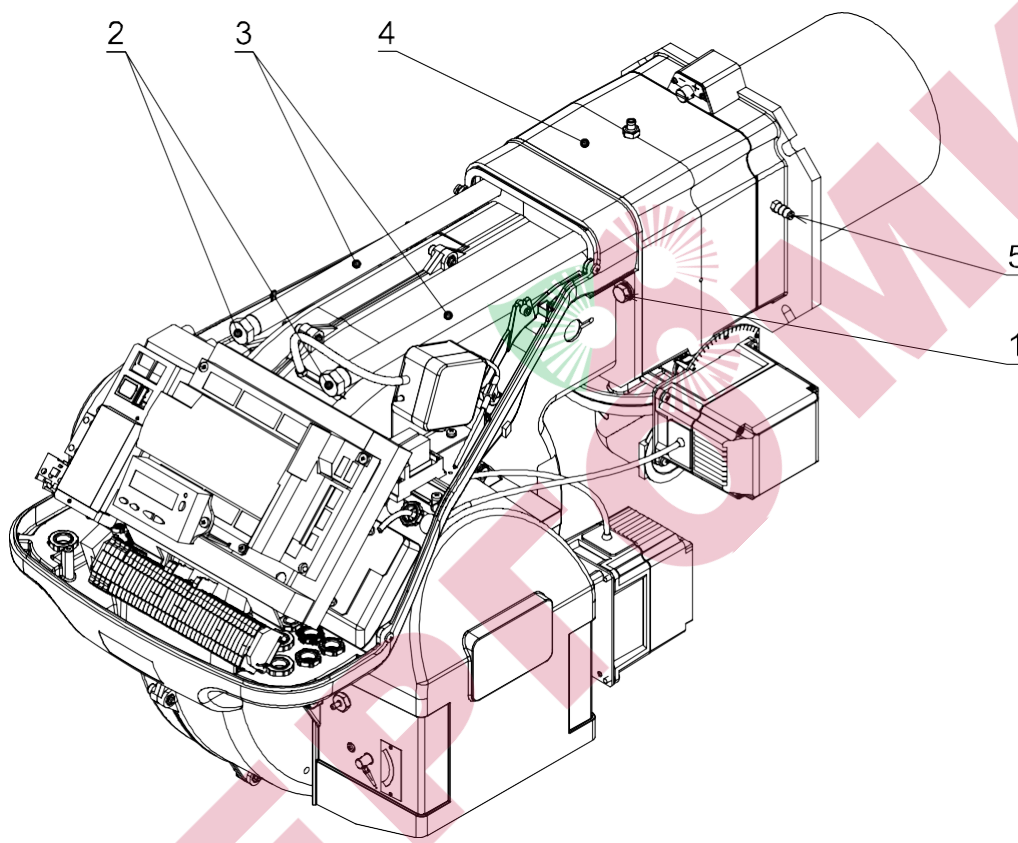

Рис. 14
Поверните винт 2), чтобы он совпал с риской на передней плоскости 1) фланца, (Рис.14).
- ▶ снова установите горелку на направляющие 3) примерно на 100 мм от муфты 4) - положение горелки указано на Рис. 14;
- ▶ подсоедините вилку сервопривода 14)(Рис. 14) и закрутите кабельный зажим 15)(Рис. 14);